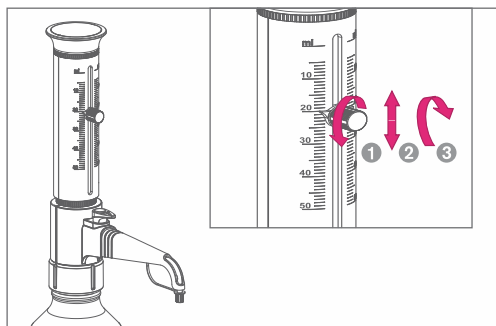

Abb.8
3. Passen Sie den Zeiger an die Graduierung an und ziehen Sie den Regler im Uhrzeigersinn fest. Jetzt ist Ihr Dispenser bereit, mit Ihrem gewünschten Volumen zu arbeiten. (Abb. 8)